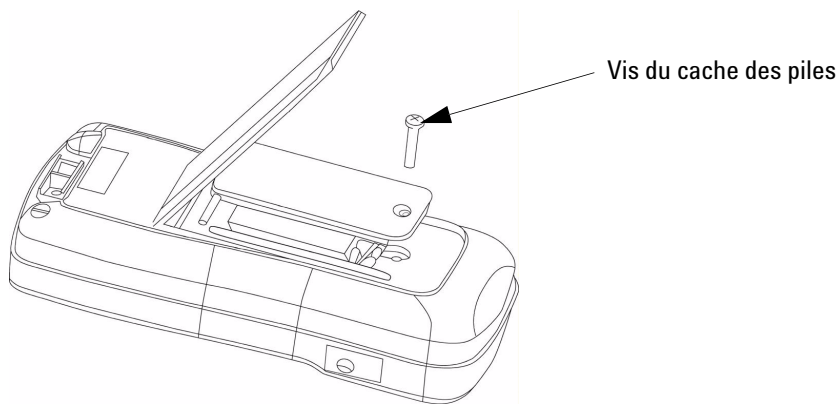

Figure 4-1 Remplacement de la batterie
- 2 Retirez la vis fixée sur le capot du logement (voir figure 4-1).